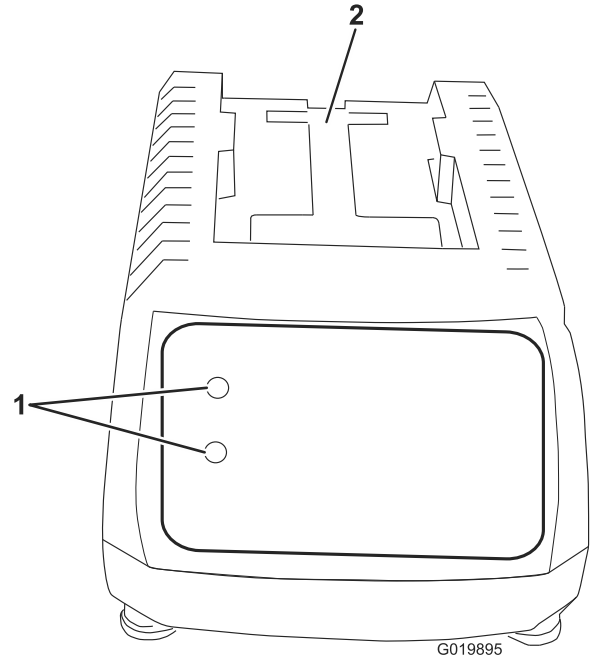
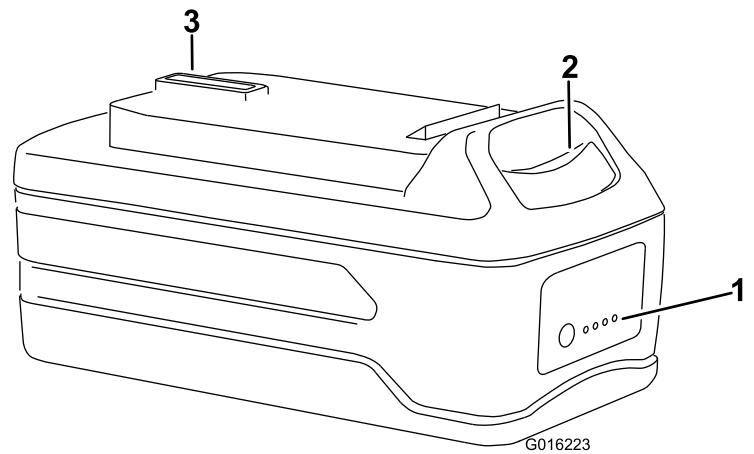

Figure 1
Figure 2
1. Retournez la batterie et placez la borne en face de la fente du chargeur (Figure 1 et Figure 2).